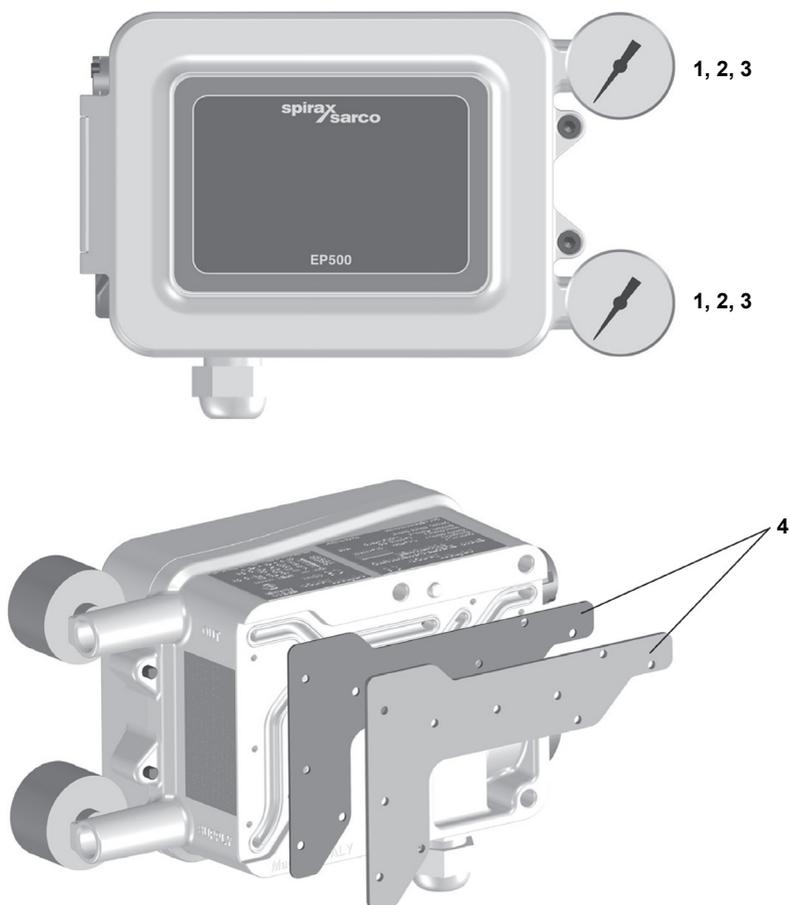

Fig. 27
**Nota:** i ricambi 5,6 e 7 non sono visibili in Fig. 27.